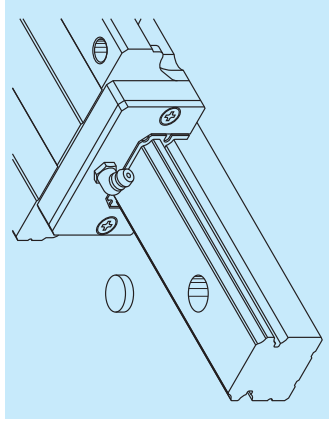

图 7.4
- 导轨安装在工作台后，要塞住螺纹孔，使孔都不能留存异物，防止异物进入滑块内(图 7.4)